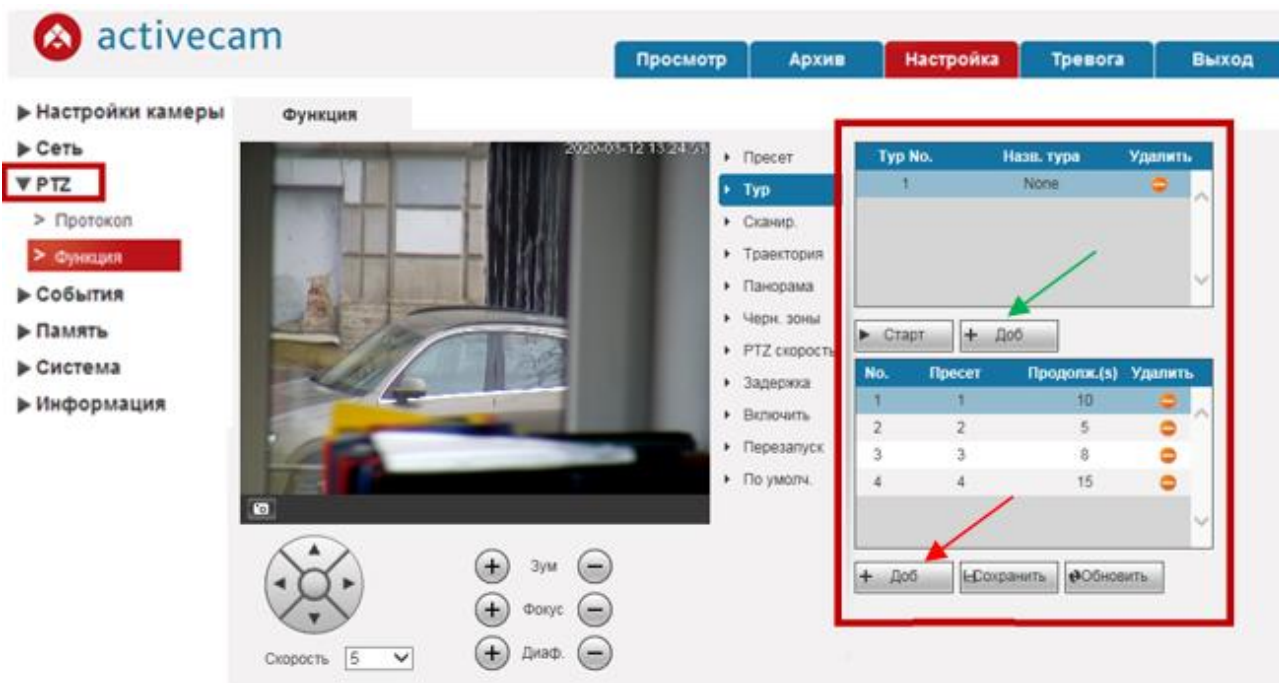
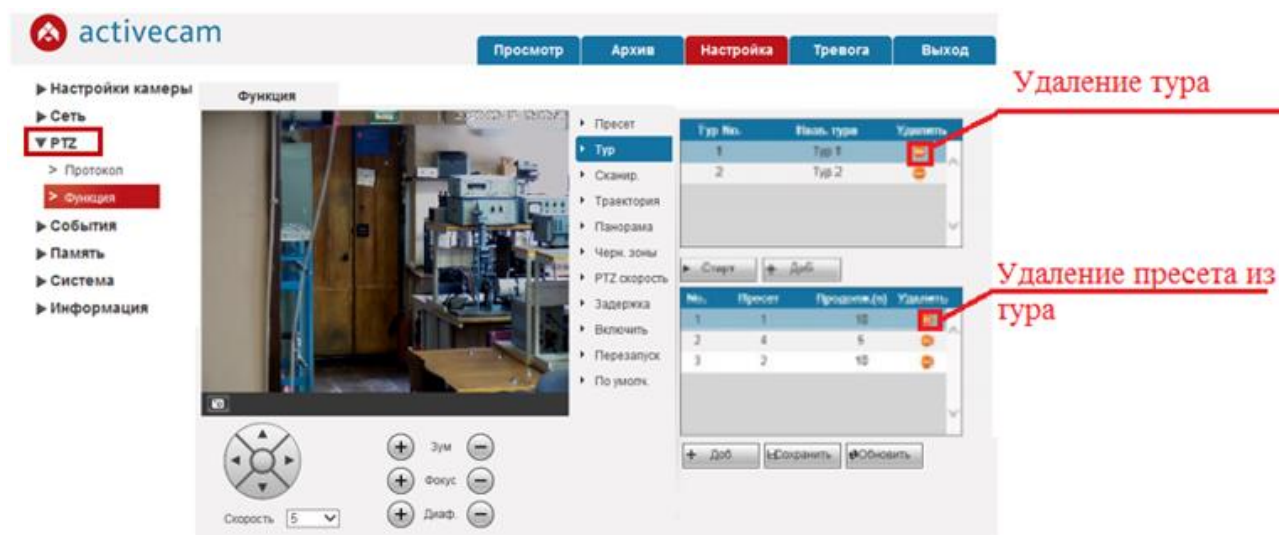

Рисунок 6.8 – Пример добавления туров
Рисунок 6.9 – Создание/Редактирование "Тура"
2) **Тур** – позволяет организовать перемещение камеры по предустановленным заранее точкам (пресетам) (рис. 6.8). Для создания маршрута необходимо выполнить следующие шаги:
1. Добавляем первый тур нажатием на кнопку "Доб" под таблицей с турами (зеленая стрелка на рис. 6.8) Изначально туры не имеют названий (*None*).
3. Нажимаем кнопку "Доб" под таблицей с пресетами (красная стрелка на рис. 6.8) – 1-я точка первого тура Тур1 сохранена (рис. 6.9).
С помощью этого же окна возможно редактирование маршрутов, например, удаление любого Пресета (точки) из Тура1, удаление самого Тура1, добавление нового Тура2 (рис. 6.9)